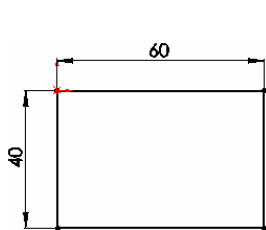

图 5-99 绘制的草图
① 设置基准面。在左侧的“FeatureManager 设计树”中用鼠标选择“前视基准面”作为绘制图形的基准面。
② 绘制草图。选择菜单栏中的“工具”→“草图绘制实体”→“矩形”命令，以原点为一角点绘制一个矩形并标注尺寸。结果如图 5-99 所示。